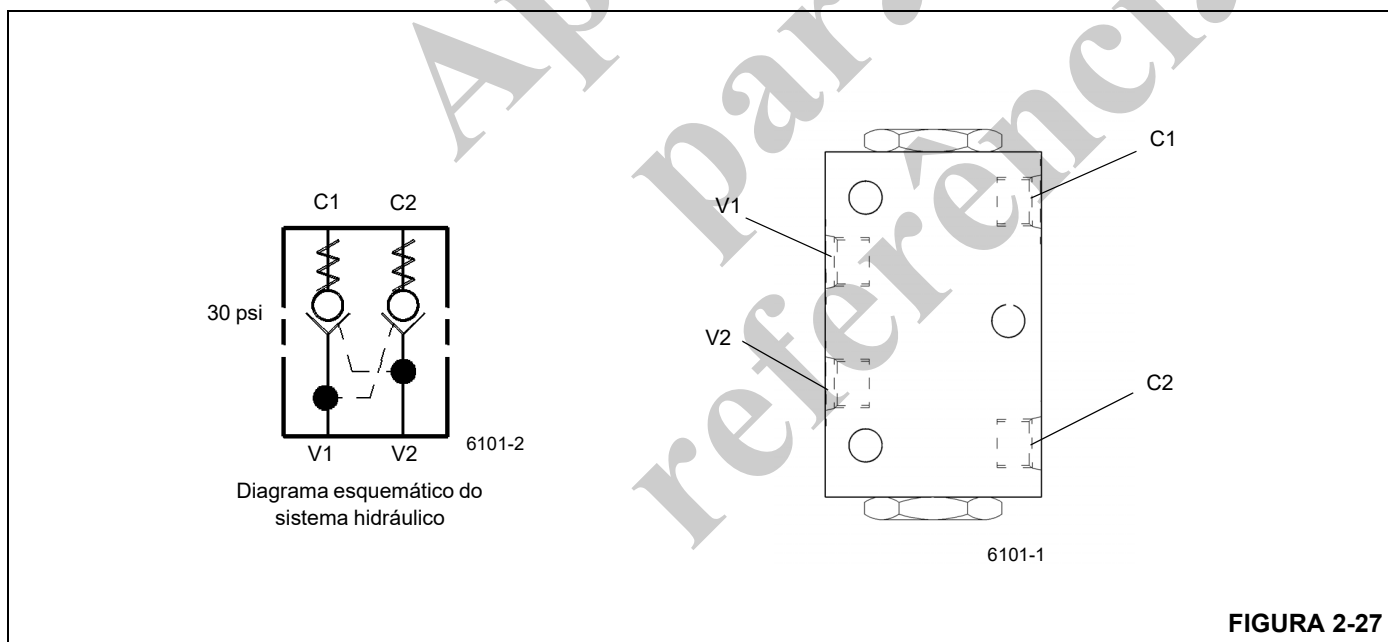

FIGURA 2-27
A válvula de segurança operada por piloto (PO) duplo Figura 2-27 está localizada no lado esquerdo da placa lateral esquerda da superestrutura, atrás da cabine. Ela é usada para manter ou travar o cilindro de inclinação da cabine no lugar. a vazão do óleo é direcionado das entradas "V" para as entradas "C", enquanto bloqueia a vazão na direção oposta. a vazão é invertido de "C" para "V" quando o óleo de pressão piloto é aplicado à entrada "V" no lado oposto.